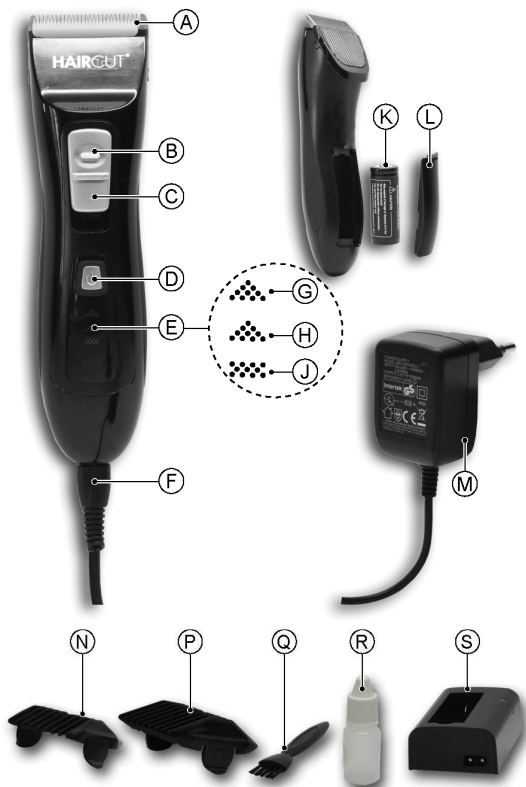

Abbildung 1: Geräteteile des Haarschneiders und Zubehörteile.
1. Schalten Sie den Haarschneider durch Drücken des Ein/Aus-Schalters aus (Figure 1, D).
3. Schließen Sie das Netzteil (Figure 1, M) an die Netzsteckdose an.
4. Während des Aufladevorgangs leuchtet die rote Anzeige (Figure 1, J) im Dauermodus. Die Anzeigen (Figure 1, G und H) leuchten entsprechend dem noch zu erreichenden Aufladezustand des Akkus.
5. Der Aufladevorgang des Akkus ist beendet, wenn die zwei Anzeigen (Figure 1, G und J) im Dauermodus leuchten. Die Akku-Betriebszeit beträgt jetzt 90 Minuten.
4. Schließen Sie das Netzteil (Figure 1, M) an die Netzsteckdose an.
Schalten Sie den Haarschneider durch Drücken des Ein/Aus-Schalters ein (Figure 1, E). Wenn der Akku neu und vollständig aufgeladen ist, kann der Haarschneider ohne Netzkabel während ca. 90 Minuten verwendet werden. Die Anzeigen des verbleibenden Akku-Ladezustands leuchten; für nähere Informationen siehe Figure 1, Buchstabe G und H.
Schalten Sie den Haarschneider durch Drücken des Ein/Aus-Schalters ein (Figure 1, E). Die Anzeigen des verbleibenden Akku-Ladezustands leuchten; für nähere Informationen siehe Figure 1, Buchstabe G und H.
- **Einsetzen des Gegenkamms:** Halten Sie den Gegenkamm (B) an den Seiten fest, hängen Sie ihn in die Einkerbungen (A) des Gehäuses ein und clipsen Sie ihn fest. Wenn der Gegenkamm richtig befestigt ist, bewegt er sich nicht. Stellen Sie dann die Schnittlänge ein (Figure 1, C).
- Schalten Sie den Haarschneider durch Drücken des Ein/Aus-Schalters aus (Figure 1, D).
Schalten Sie den Haarschneider durch Drücken des Ein/Aus-Schalters aus (Figure 1, D). Die Akku-Betriebszeitanzeigen (Figure 1, G und/oder H) erlöschen nach ca. 2 Sekunden.